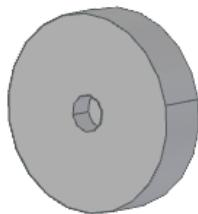

Рис. 1
2) Рекиркуляции (рис. 2б) - внутренняя циркуляция воздуха с использованием угольного фильтра (рис. 1).
При внутренней циркуляции следует установить угольный фильтр (рис. 1).